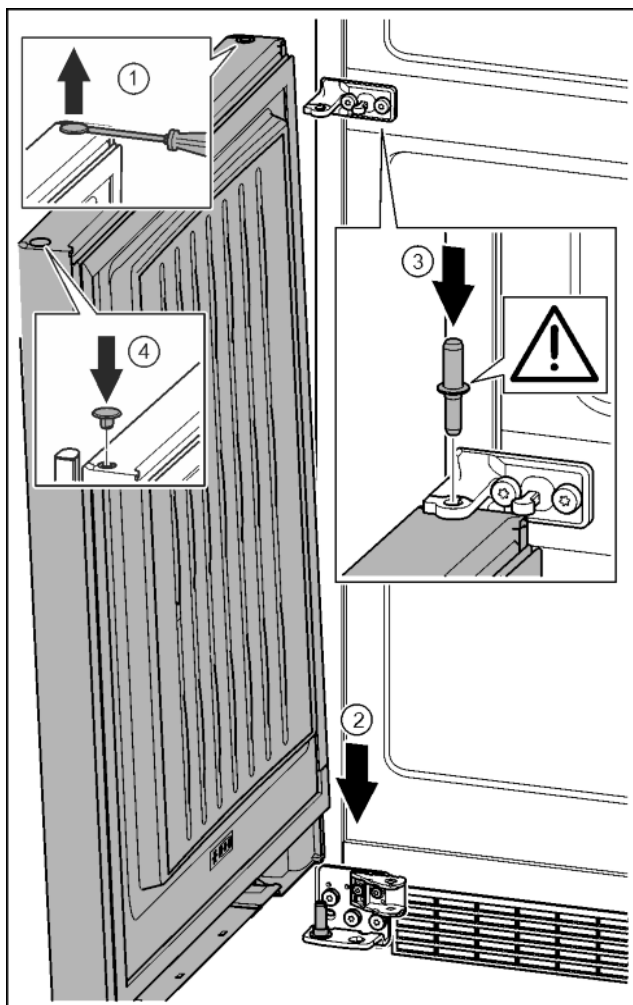

Fig. 39
- Paceliet uzmanīgi ar plakano skrūvgriezi un izvelciet ārā aizbāzni. Fig. 39 (1)
- Durvis no augšas uzlieciet uz apakšējās gultņa tapas. Fig. 39 (2)
- Ievietojiet vidējo gultņa tapu vidējā gultņa balstā apakšējās durvīs. Uzmaniet, lai aiztura izcilnis būtu vērsts virzienā uz aizmuguri. Fig. 39 (3)
- Ievietojiet atpakaļ aizbāzni otrajā durvju pusē. Fig. 39 (4)